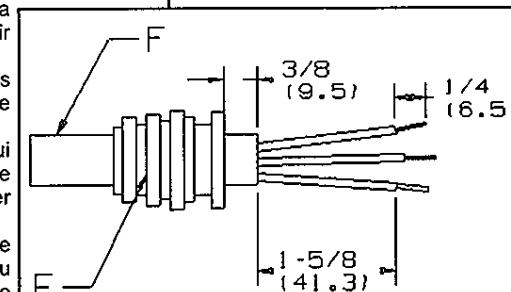

Fig. 2
- Pelar el cable y los hilos en las longitudes recomendadas. (Fig. 2)
- Instalar el pasacable E en el cable F (Fig. 2) según la TABLA 1.